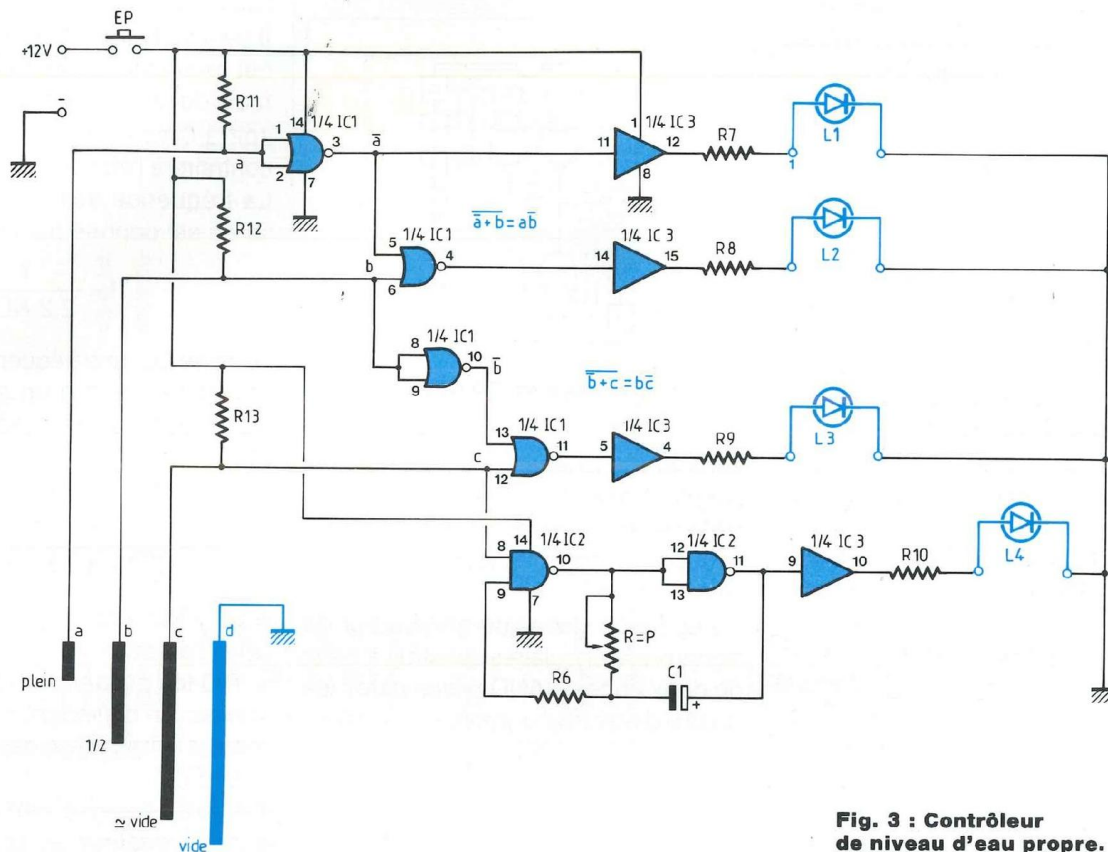

Fig. 3 : Contrôleur de niveau d'eau propre.
R12, R13 développent un niveau 1 à l'entrée des portes ; $C = 1$ provoquant aussi la mise en marche de l'oscillateur. La figure 3 donne le schéma de principe qui est la synthèse de ce qui a été étudié précédemment. Le test eau propre s'effectue en appuyant sur le bouton poussoir (EP) qui applique la tension d'alimentation sur le montage. **CONTROLEUR DE NIVEAU DES EAUX USEES**